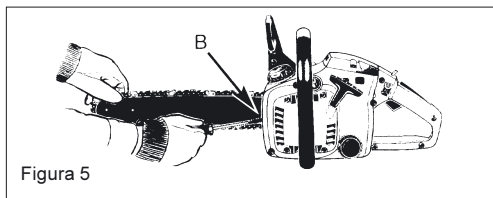

Figura 5
Tensionamento della catena (figura 5)
1. La catena è tesa correttamente se non pende dal lato inferiore della barra e quando è possibile farla fare un giro completo usando la mano protetta dal guanto. Afferrare saldamente la barra dall'estremità (vedi figura 5). Per tendere la catena, girare la vite di tensionamento della catena (B) **in senso orario**. Per allentare la tensione della catena girare la vite di tensionamento della catena **in senso antiorario**.